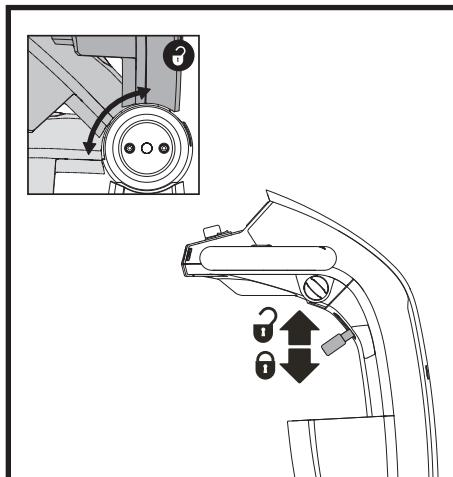

Figura 13. Regolazione manubrio
INCLINAZIONE DEL MANUBRIO (Vedere figura 13)
1. Sollevare la leva di regolazione della barra. Vedere figura 13.